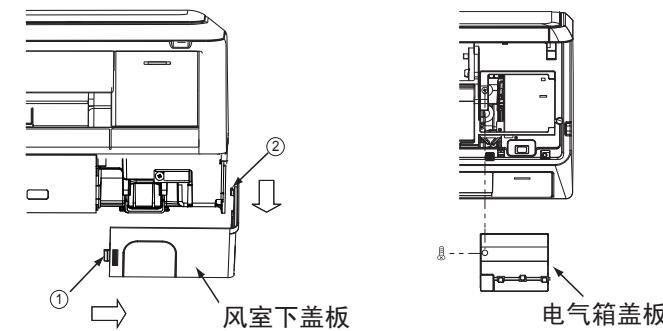

图14
用手将面框右下角风室下盖板①、②处的勾子沿箭号方向拉，将风室下盖板取出。（如图14）
- 打开面板，拧开面框右侧电气箱盖板螺钉，将其取下。（如图14）